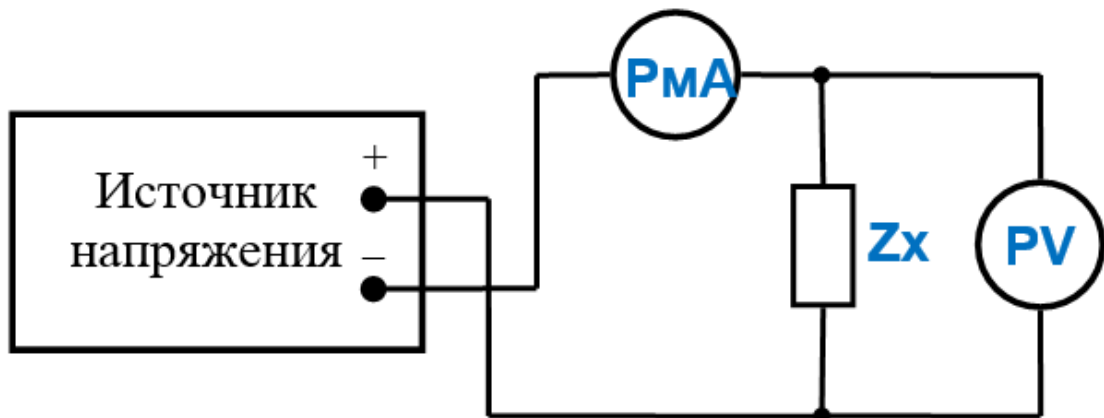

Рисунок 4 – Структурная схема измерительного эксперимента
4.2.1 Собрать схему измерений рисунок 4. От предыдущей схемы измерений отличается только изменением полярности подключения источника напряжения.